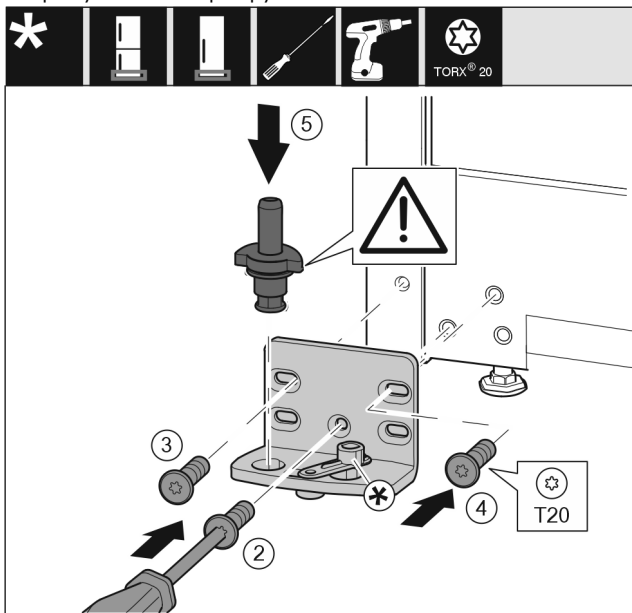

Fig. 16
- ▶ Установите опорный кронштейн с другой стороны и прикрутите с помощью отвертки. Начинайте с винта Fig. 16 (2) снизу в центре.
- ▶ Затяните винт Fig. 16 (3) и винт Fig. 16 (4).
- ▶ Снова установите опорный палец Fig. 16 (5) в сборе. При этом проследите за тем, чтобы выступ фиксатора был направлен назад.